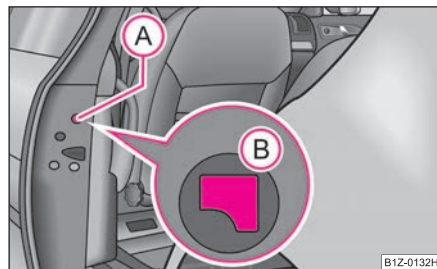

**Fig. 28 Puerta trasera:
- Desmontar el paramento ① ⇒ fig. 28.
- Insertar la llave en la abertura debajo del paramento y empujar la palanca de inmovilización ② hacia dentro hasta el tope.